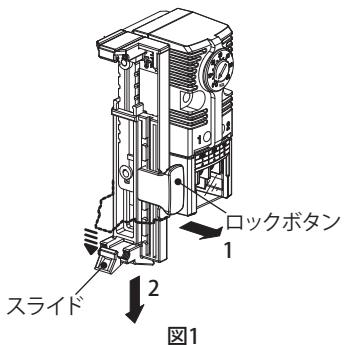

図1
- ロックボタンをカチッと音がするまで引っ張り、スライドのロックを解除してください。(図1)
- スライドを取り付けるファンのサイズよりも長くなるように引っ張ってください。(図1)